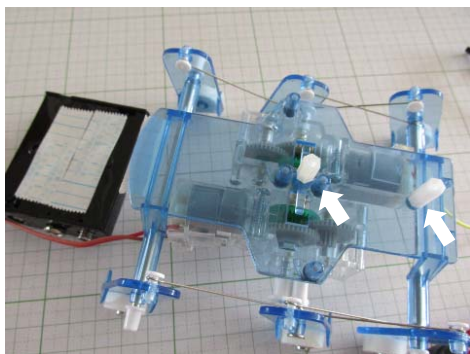

図9 SkyBerryJAM 本体固定用の2本のスペーサ
- ③SkyBerryJAM 本体を一度外して、ねじ M3x12mm を下から入れ、長さ 15mm の樹脂スペーサを固定しておきます。(図9参照)